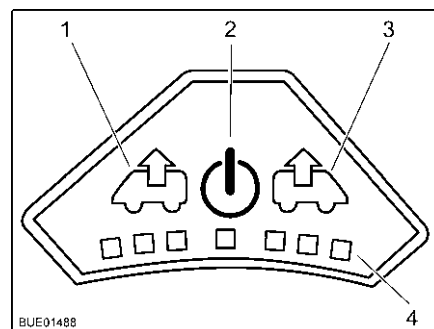

Bild 96 Fläkthereglage
- Tryck på på/av-knappen (Bild 96,2). Fläkten går i komfortläge (vädring med lägsta fläktvarvtal).
- För att höja fläktvarvtalet: Tryck på vädringsknappen (Bild 96,1). Fläktvarvtalet i vädringsriktningen ökar en nivå. Lampor (Bild 96,4) visar de olika nivåerna.
- För att minska fläktvarvtalet: Tryck på ventilationsknappen (Bild 96,3). Fläktvarvtalet minskar en nivå.
- För att höja fläktvarvtalet: Tryck på ventilationsknappen (Bild 96,3). Fläktvarvtalet i ventilationsriktningen ökar en nivå. Lampor (Bild 96,4) visar de olika nivåerna.
- För att minska fläktvarvtalet: Tryck på vädringsknappen (Bild 96,1). Fläktvarvtalet minskar en nivå.
- Tryck på på/av-knappen (Bild 96,2). Fläkten stannar och lamporna släcks.